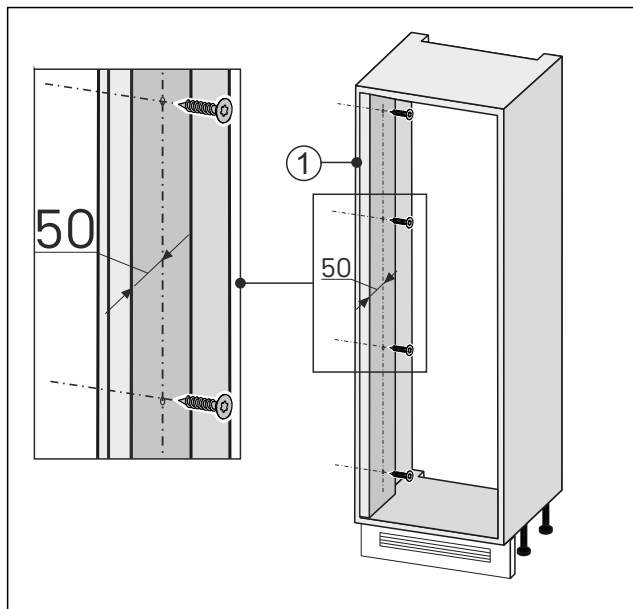

Fig. 88
- Ruuvaa seinätasaus oven avauspuolella Fig. 88 (1) kiinni kalustesyvennykseen.